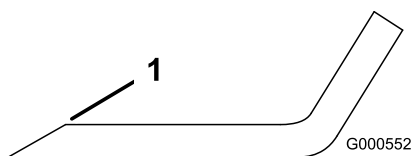

Figura 103
1. Affilare i taglienti da entrambe le estremità della lama con una lima (Figura 103).
Nota: Se la lama non è bilanciata, limate del metallo soltanto dalla costa (Figura 103).